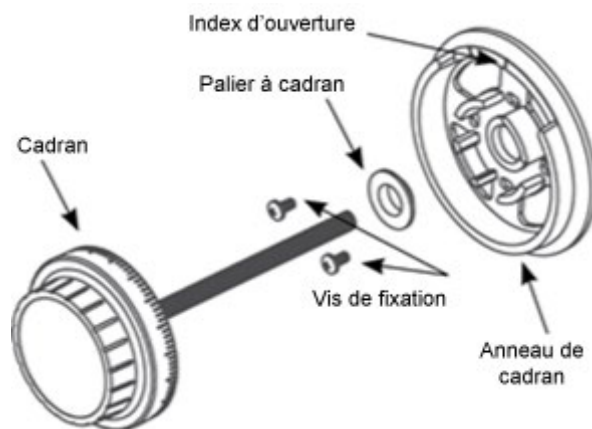

Figure 9
6. Montez l'anneau du cadran en le centrant sur le trou de passage et fixez-le sur la porte du coffre-fort à l'aide des deux vis de fixation fournies avec le cadran. Le repère de l'index d'ouverture doit être en position douze heures (Figure 9).